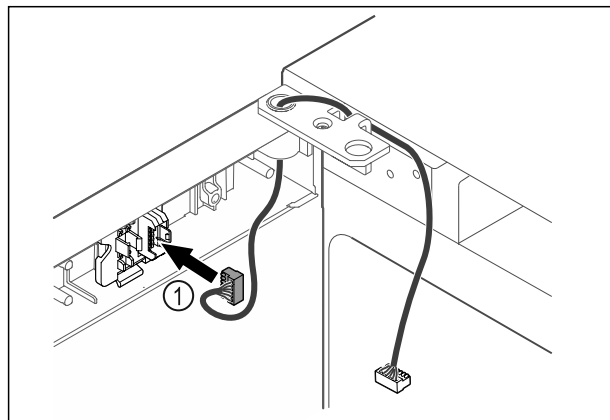

Fig. 44
- ▶ Dugja be a dugót Fig. 44 (1) a dugófoglatba.